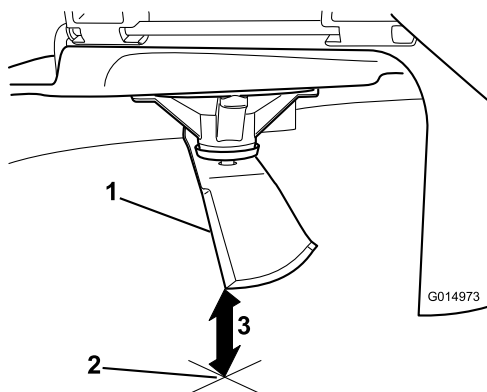

Figura 54
5. Mida desde la punta de la cuchilla hasta la superficie plana (Figura 54).